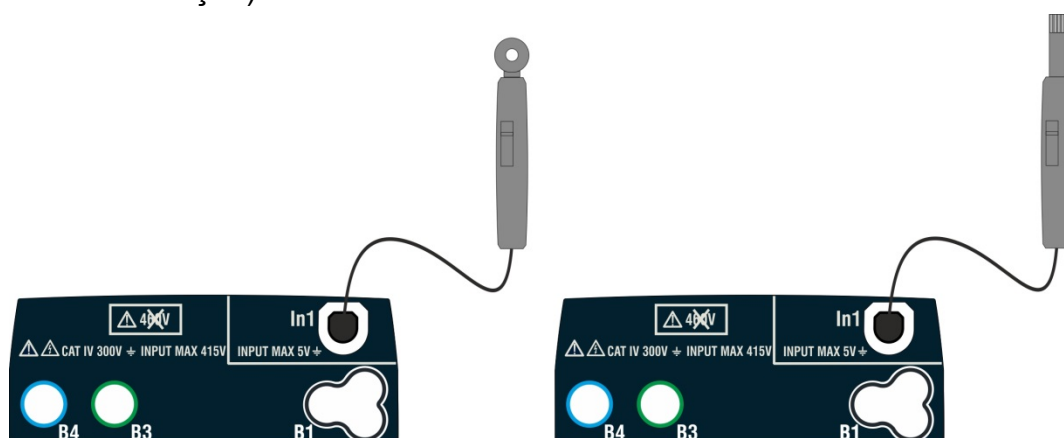

Fig. 39: Medição de parâmetros ambientais com sondas externas
3. Inserir na entrada auxiliar **In1** o transdutor necessário para a medição desejada, como se mostra na figura abaixo. Fig. 39